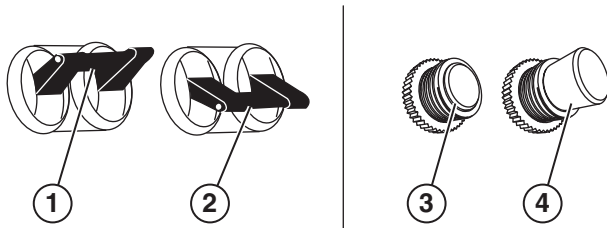

Figura 21 – Disyuntores
2. Compruebe que los disyuntores estén configurados adecuadamente (vea la Figura 21).